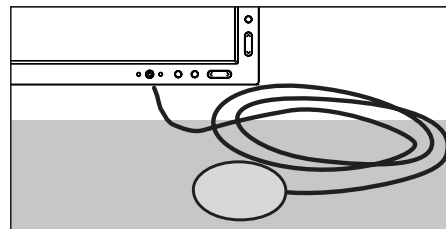

Figura S.2
3. Coloque el sensor USB boca abajo o en una superficie opaca y no reflectante (p.ej. una mesa o una almohadilla del ratón) para medir el nivel de negro (**figura S.2**). Pulse la tecla "SELECT".